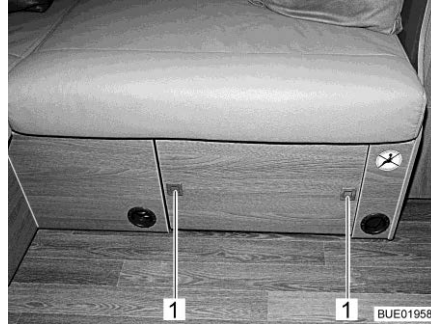

Fig. 131 Mesa de centro guardada
- Pulsar los botones de presión (Fig. 131,1) en el panel de la caja de asiento. Los botones de presión saltarán hacia fuera.
- Hundir los botones de presión (Fig. 131,1) hasta que engatillen.